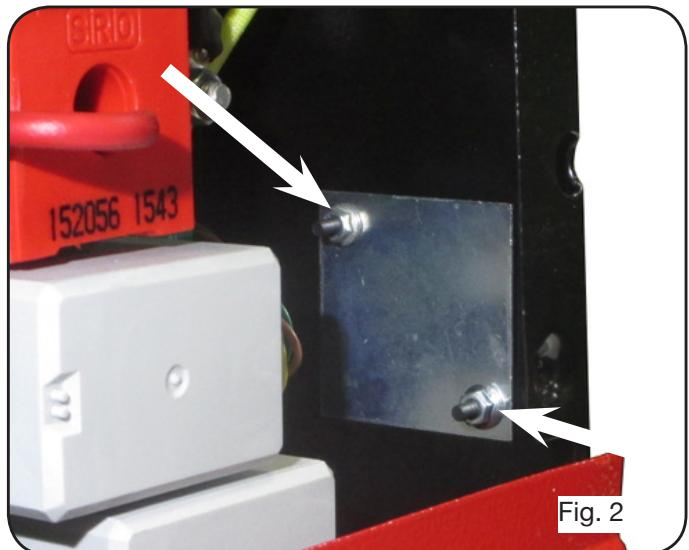

Fig. 2
- Quitar la pequeña placa metálica presente en el panel trasero y fijada a este con dos tornillos de cabeza hexagonal M3 y las respectivas tuercas indicadas con flechas en la fig. 2